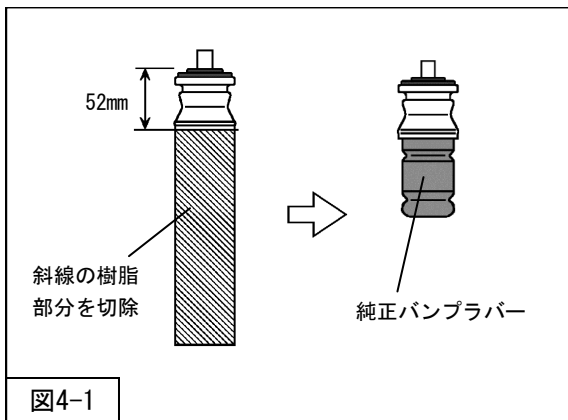

図4-1
・ダストブーツ部分が純正アッパーマウントと一体になっている場合は、図4-1を参考に樹脂部分を切除してください。
2. 純正アッパーマウントは、固定されている純正バンブラバーを取外し、リアショックアブソーバASSY（同梱品）に組付けてください。（図4-1）